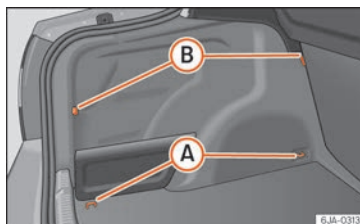

Fig. 160 Maletero: elementos de sujeción.
En el maletero se encuentran los siguientes elementos de sujeción »» **fig. 160**:
La argolla delantera (B) está debajo del respaldo abatible de los asientos traseros »» **fig. 160**.